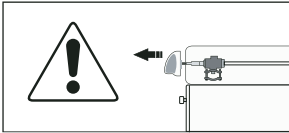

Figura 58.
- Si requiere retirar las perillas hágalo con sumo cuidado para evitar causar daños en los controles de la fuente de calor (Ver figura 58).